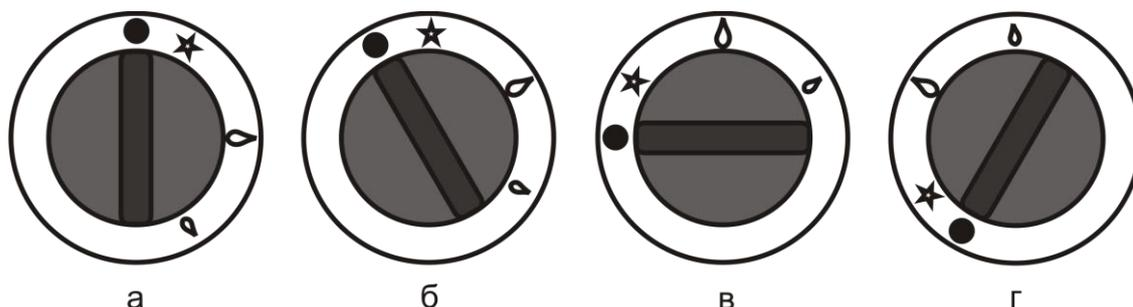
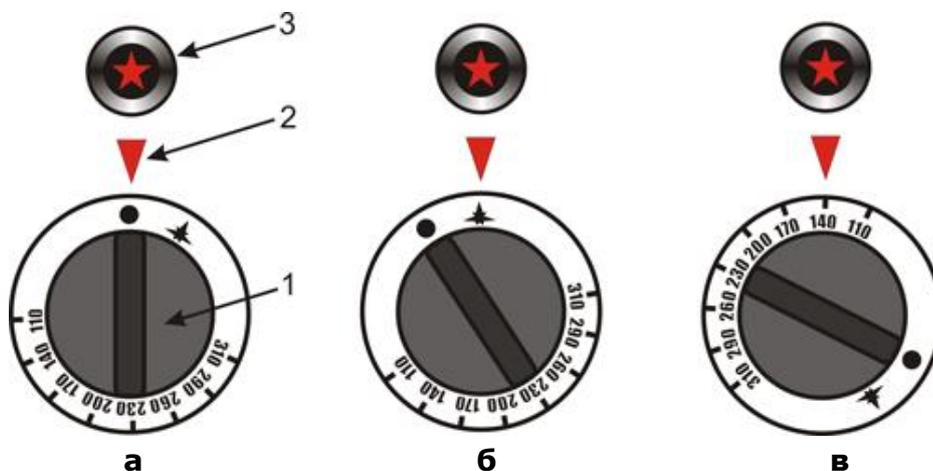

Рис.8. Соответствие положения ручки крана режиму работы горелок открытого пламени и горелок с закрытой поверхностью:
Рис.9. Положение ручки и режимы работы духового шкафа:
- Включите горелку и переведите ручку крана соответствующей горелки в режим «малого пламени» (см. рис.8г).
- Зажгите основную горелку духового шкафа (см. п.6.4) и установите температурный режим **110 °С** (см. рис.9).
- Убедитесь в том, что ручки кранов находятся в положении, соответствующем закрытому состоянию крана (см. рис. 8а, рис. 9а). Если краны находятся в открытом состоянии, или в состоянии, соответствующем розжигу запальной горелки, переведите краны в закрытое состояние путем поворота ручки крана по ходу часовой стрелки до упора, с легким нажимом на нее.
После окончания работы с плитой необходимо перевести все ручки кранов в закрытое состояние (см. рис. 8а, рис. 9а) и закрыть кран газопровода, а в случае использования баллонов СУГ – краны баллонов.
Внимание! При первом включении плиты необходимо выпустить воздух из газового тракта. Для этого удерживайте ручку крана в нажатом состоянии в положении «розжиг запальной горелки» (рис. 8б, 9б) в течение 1 минуты, после чего можно приступить к работе с плитой.
- В исходном состоянии ручка крана находится в положении, соответствующем закрытому состоянию крана (см. рис. 8а)
- Нажав на ручку крана до упора и, удерживая её в нажатом состоянии, поверните её против хода часовой стрелки в положение «розжиг запальной горелки» (см. рис.8б). Через 3 – 5 секунд (при первом пуске плиты, а также после каждой замены баллона – через 60 секунд) поднесите источник огня к запальной горелке или нажмите на соответствующую кнопку пьезорозжига 9 (см. рис.1). Если запальная горелка не зажглась, отпустите ручку крана, и, при повторном нажатии на нее, вновь поднесите источник огня к запальной горелке или нажмите кнопку пьезорозжига. После появления пламени в запальной горелке, удерживайте ручку
- При повороте ручки крана, с легким нажимом на нее, против хода часовой стрелки – кран открывается и осуществляется розжиг основной горелки. Положение крана в режиме «максимальное пламя» и «малое пламя» представлено на рис. 8в и рис. 8г соответственно. Перевод крана с одного режима на другой осуществляется с помощью легкого нажатия на ручку крана.
- При повороте ручки по ходу часовой стрелки в положение «розжиг запальной горелки» (см. рис. 8б) – главная горелка гаснет, а запальная горелка остается зажженной («дежурный режим»).
- Для выключения запальной горелки необходимо повернуть ручку крана, с легким нажимом на нее, по ходу часовой стрелки до упора (см. рис. 8а). В случае если при включенных горелках произойдет погасание пламени в одной из них, система контроля огня автоматически, в течение 60 секунд, перекроет подачу газа к соответствующей горелке.
- В исходном состоянии ручка крана находится в положении, соответствующем закрытому состоянию крана (см. рис.8а).
- Нажав на ручку крана до упора и, удерживая её в нажатом состоянии, поверните её против хода часовой стрелки в положение «розжиг запальной горелки» (см. рис.8б). Через 3 - 5 секунд (при первом пуске плиты, а также после каждой замены баллона – через 60 секунд) поднесите источник огня к запальной горелке (через открытую крышку) или нажмите на соответствующую кнопку пьезорозжига 9 (см. рис.1). Если запальная горелка не зажглась, отпустите ручку крана, и, при повторном нажатии на нее, вновь попробуйте зажечь запальную горелку. После появления пламени в запальной горелке, удерживайте ручку крана в нажатом состоянии в течение 5-10 секунд, до срабатывания предохранительного клапана,
- При повороте ручки крана, с легким нажимом на нее, против хода часовой стрелки – кран открывается и осуществляется розжиг основной горелки. Положение крана в режиме «максимальное пламя» и «малое пламя» представлено на рис. 8в и рис. 8г, соответственно. Перевод крана с одного режима на другой осуществляется с помощью легкого нажатия на ручку крана.
- В исходном состоянии ручка крана находится в положении, соответствующем закрытому состоянию крана (см. рис.9а), при котором символ ● на ручке крана совпадает с риской 2.
- Слегка нажав на ручку крана и, удерживая её в нажатом состоянии, поверните её против часовой стрелки в положение «розжиг запальной горелки» (см. рис.9б), при котором символ  на ручке совпадает с риской. Нажмите на ручку крана, утопив её еще глубже и через 3 - 5 секунд (а при первом пуске плиты и после каждой замены баллона СУГ – через 60 секунд) поднесите источник огня к запальной горелке через смотровое окно 12 (см. рис.1) или нажмите на соответствующую кнопку пьезорозжига 3 (см. рис.9). Если запальная горелка не зажглась, отпустите ручку крана и, повторно нажав на нее, вновь попробуйте зажечь запальную горелку. После появления пламени в запальной горелке, удерживайте ручку крана в нажатом состоянии в течение 5-10 секунд, до срабатывания предохранительного клапана, кнопку пьезорозжига при этом можно отпустить. Затем отпустите ручку управления и убедитесь, что запальная горелка горит. Если запальная горелка погасла, следует повторить процедуру розжигания.
- *При повороте ручки крана против хода часовой стрелки – кран открывается и осуществляется розжиг основной горелки (рис.9в).*
- При повороте ручки по ходу часовой стрелки, в положение «розжиг запальной горелки», символ  на ручке совпадает с риской 2 (см. рис. 9б) – главная горелка гаснет, а запальная горелка остается зажженной («дежурный режим»).
- Для выключения запальной горелки необходимо повернуть ручку крана, слегка нажимая на неё, по ходу часовой стрелки до упора (символ  на ручке крана совпадает с риской 2 (см. рис. 9а)).